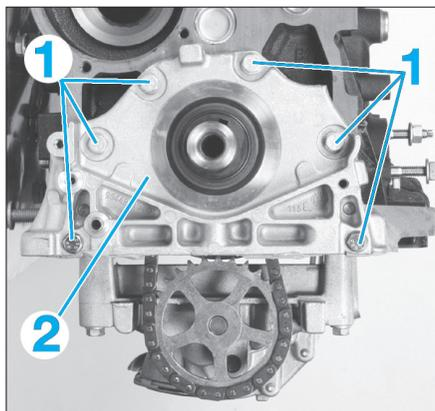
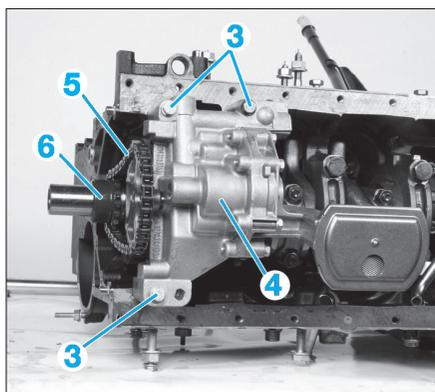

Fig. 12
Fig. 13
- les vis (1) du flasque d'étanchéité (2) côté pompe à huile (Fig.12),
- le flasque d'étanchéité (2),
- les trois vis (3) de fixation de la pompe à huile (Fig.13),
- la pompe à huile (4) en même temps que la chaîne (5) et le pignon (6).